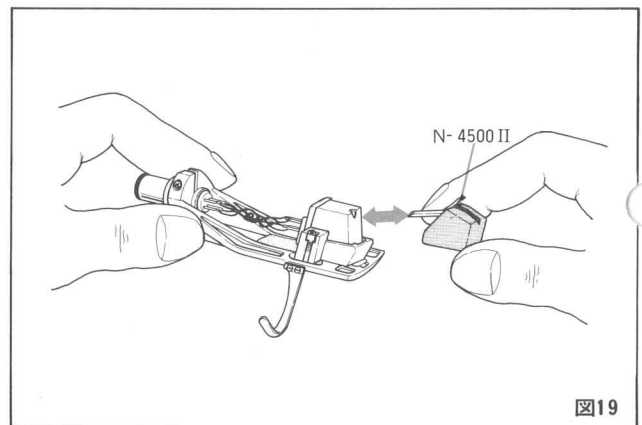

図19
- ① トーンアームからヘッドシェルを外します。
- ② 古い針先ホルダーを手前に引いて取外します。(図19)
- ③ 新しい針先を②と逆の方法でしっかりさしこみます。
- ④ ヘッドシェルをトーンアームに取付けます。